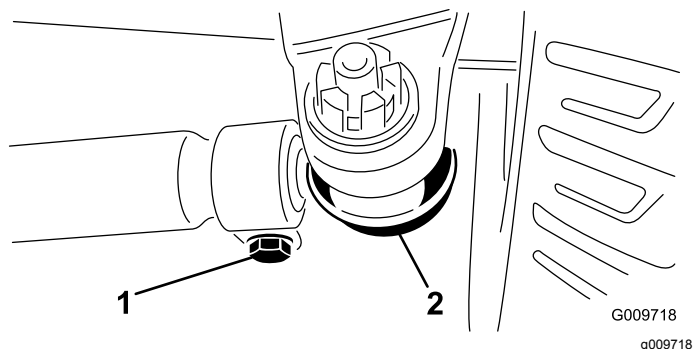

Bild 101
3. Entfernen Sie den Splint und die Mutter von einem der Spurstangen-Kugelgelenke (Bild 101), um die Vorspur einzustellen.
5. Lockern Sie die Klemmen an beiden Enden der Spurstangen (Bild 101).